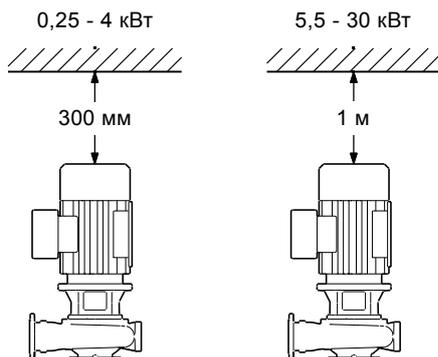

Рис. 7 Пространство над двигателем.
- Для насосов с электродвигателями мощностью до 4 кВт включительно необходимо обеспечить 300 мм свободного пространства над электродвигателем, рис. 7.
- Для насосов с электродвигателями мощностью от 5,5 кВт и выше необходимо обеспечить 1 метр свободного пространства над двигателем и предусмотреть возможность монтажа заказчиком тали для подъема насоса, рис. 7.